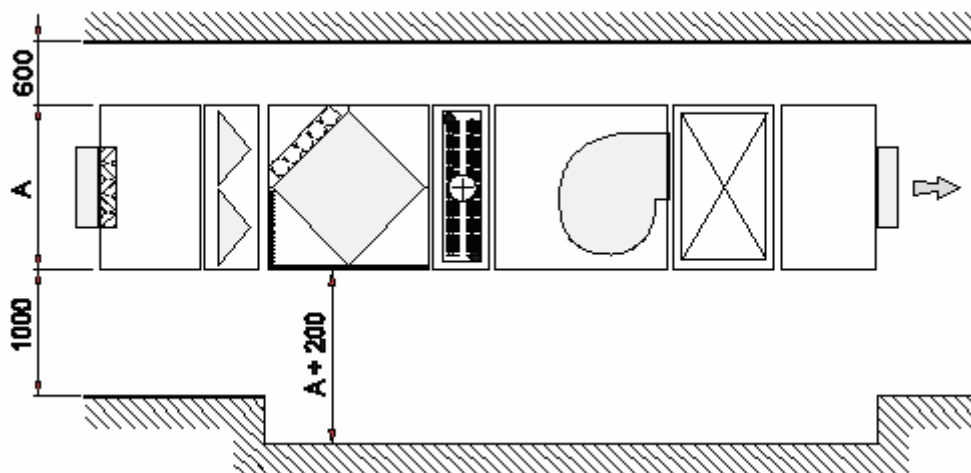

Fig. 1 – Distances minimales de dégagement recommandées (schéma avec façade de service à droite)
- Il est conseillé de respecter une distance minimale entre la centrale de traitement d'air et les murs ou d'autre obstacle (Fig. 1).